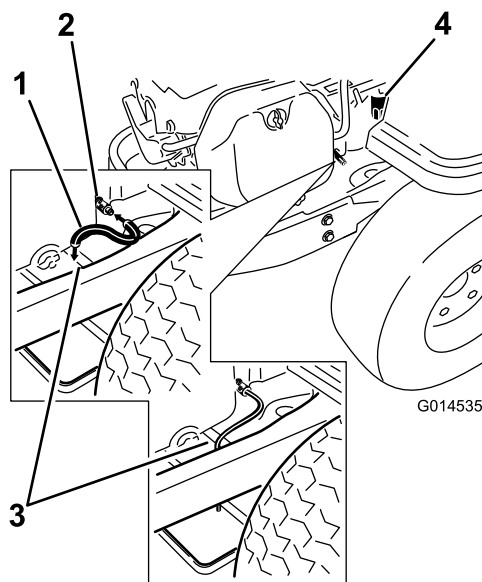

Figura 29
4. Limpie la zona alrededor del tapón de vaciado, situado en el bastidor de la máquina. Localice el tubo de vaciado y colóquelo sobre la válvula de vaciado (Figura 29).
5. Place the opposite end of the oil drain hose over the end of the frame (Figura 29).